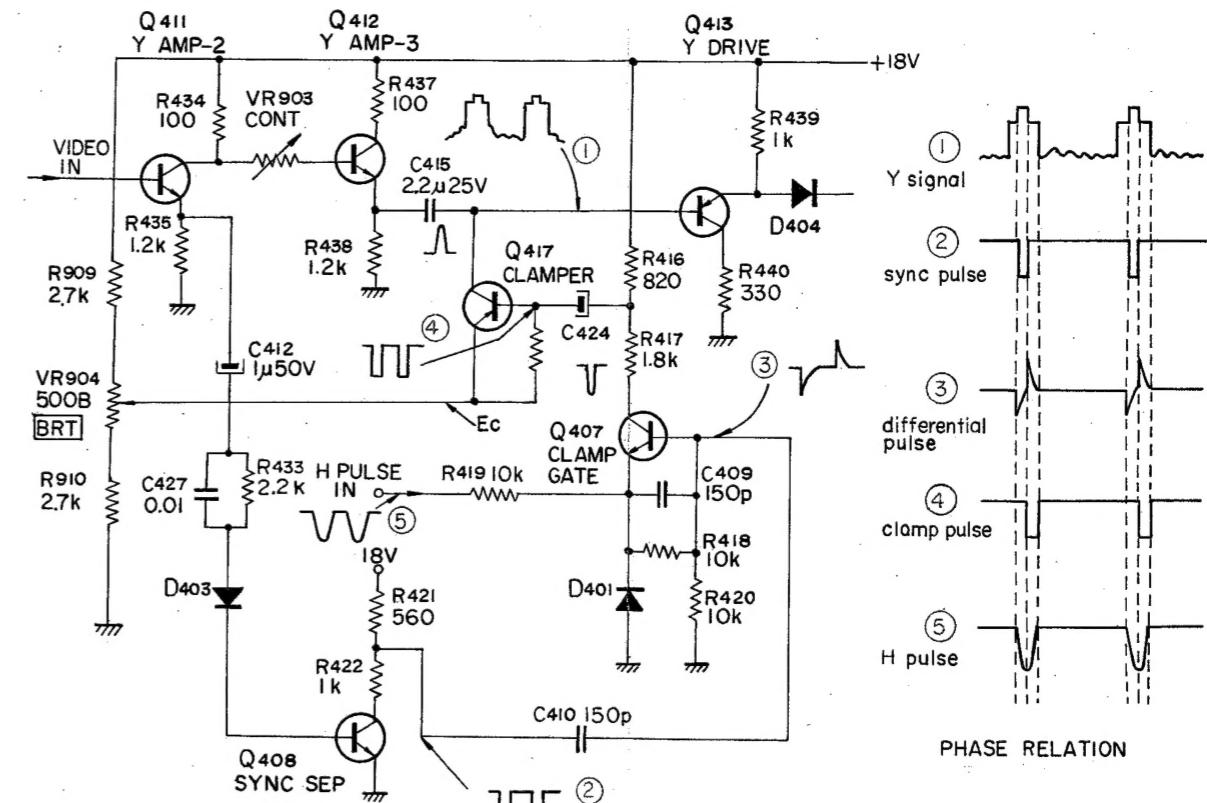

Fig. 1-1.
Le niveau noir du signal vidéo peut être fixé à un certain niveau au moyen du circuit de fixage, on peut alors obtenir une image nette et de haute qualité (voir le schéma du circuit figure 1-1).
Le signal de synchronisation est séparé par Q408 du signal délivré par l'émetteur de Q411 (Amplificateur Y). Le signal de synchronisation qui apparaît sur le collecteur de Q408 est différencié par un filtre passe-haut constitué de C410 (150 pF) et de 2 résistances montées en parallèle (R420: 10 kΩ et R418: 10 kΩ). On obtient alors un signal différentié (voir forme du signal N° ③ figure 1-1) qui est fourni à la base de Q407 (porte de fixage). Le potentiel de l'émetteur de Q407 est plus élevé que celui de la base dans des conditions normales de fonctionnement, Q407 est alors coupé.
Lorsqu'on applique une impulsion négative H à partir de FBT, à l'émetteur, D401 devient conductrice et le potentiel de l'émetteur de Q407 devient potentiel de la masse pendant la durée de l'impulsion. En même temps, l'impulsion différenciée est transmise à la base de Q407. Q407 est allumé uniquement lorsqu'une impulsion différenciée positive est appliquée à sa base. On obtient une impulsion négative sur le collecteur de Q407. Cette impulsion négative est transmise à la base de Q417 (fixatif) à travers une capacité C424 de 1 μF, et le transistor non polarisé Q417 devient conducteur. Alors le signal vidéo est fourni à Q417, à travers C415 (2.2 μF). Le niveau noir du signal vidéo est fixé à la tension de l'émetteur de Q417 car la pulsation de fixage est synchronisée avec le palier arrière du signal vidéo. Voir les relations entre phases en figure 1-1.
Black level of the video signal can be clamped at a certain level by the clamp circuit, and a clear and high quality picture can be obtained. See the schematic diagram in Fig. 1-1.
When the negative H pulse is supplied to the emitter from the FBT, D401 becomes ON and the emitter potential of Q407 becomes ground potential within pulse duration. At the same time the differentiated pulse is supplied to the base of Q407. Q407 conducts only when the positive differentiated pulse is supplied to the base. At the collector of Q407, negative pulse is obtained. This negative pulse is supplied to the base of Q417 (CLAMPER) through C424 (1 μF), and non biased Q417 becomes ON. At that time the video signal is supplied to Q417 through C415 (2.2 μF). The black level of the video signal is clamped to the emitter voltage of Q417, as the clamp pulse is synchronized with the back porch of the video signal. See the phase relation in Fig. 1-1.